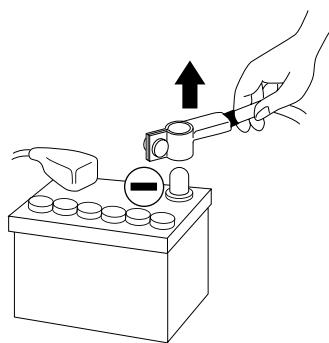

fig. 1
- **Avant d'entamer l'installation, déconnecter la borne négative de la batterie pour éviter tout risque de blessure, d'incendie ou d'endommagement du matériel.** (fig. 1)
- 2 - Débrancher le fil négatif de la batterie avant de commencer l'installation (*fig.1*)